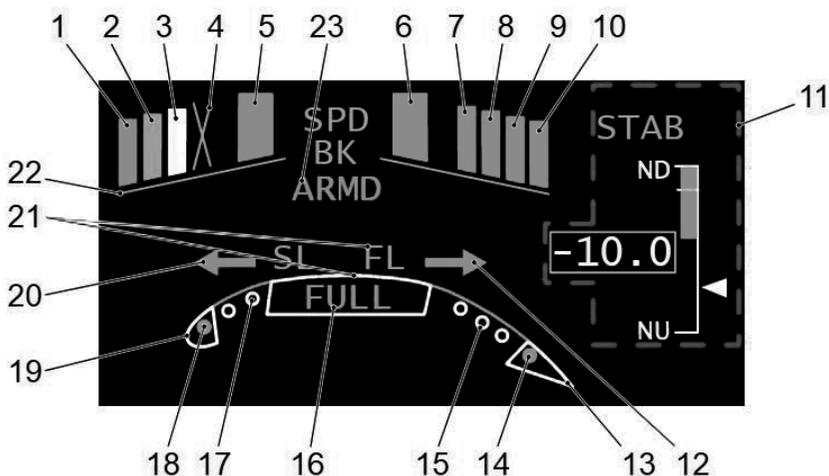

Рисунок 10. Синоптический фрагмент КСУ
- синоптической страницы FCS (Рис. 10),
Индикация КСУ на комплексном кадре EWD приведена на рис. 10.
- надписи SL и FL и контур крыла самолета белого цвета [21] Рис. 10 - наименование предкрылков, закрылков, а так же контур крыла;
- надпись SPD BK и контур крыла самолета белого цвета [22] Рис. 10 - наименование воздушных тормозов и контур крыла;
- индикаторы интерцепторов [1] Рис. 10, [2] Рис. 10, [3] Рис. 10, [4] Рис. 10, [7] Рис. 10, [8] Рис. 10, [9] Рис. 10, [10] Рис. 10 отображаются в семи вариантах:
- индикаторы воздушного тормоза [5] Рис. 10, [6] Рис. 2 отображаются в семи вариантах:
- индикатор положения ручки МУВТ [23] Рис. 10 отображается в трех вариантах:
- индикатор направления движения предкрылков [20] Рис. 10 отображается в трех вариантах:
- индикатор направления движения закрылков [12] Рис. 10 отображается в трех вариантах:
- индикатор положения ручки МУМК [16] Рис. 10 отображается в шести вариантах:
- индикаторы состояния и положения предкрылков [19] Рис. 10, закрылков [13] Рис. 10, отображаются в двух вариантах:
- метки заданного положения предкрылков [18] Рис. 10, закрылков [14] Рис. 2, отображаются в виде окружностей зеленого цвета;
- метки диапазона отклонения секций предкрылков [17] Рис. 10, закрылков [15] Рис. 2, отображаются в виде окружностей белого цвета;
- зона индикации состояния и положения стабилизатора [11] Рис. 10 - отображается аналогично индикации стабилизатора на синоптической странице FCS.